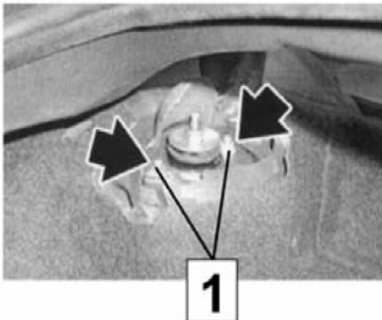

Fig. 8
- **Fig. 8** Retirar la caperuza superior y desatornillar las tuercas de sujeción (1), mantener sujeto el amortiguador y retirarlo cuidadosamente.
- **Fig. 8** Obere Abdeckkappe entfernen und die Befestigungsmuttern (1) abschrauben, dabei
- **Fig. 8** Remove upper protective cap and unscrew fastening nuts (1).
- **Fig. 8** Enlever le capuchon supérieur et dévisser les écrous de fixation (1),